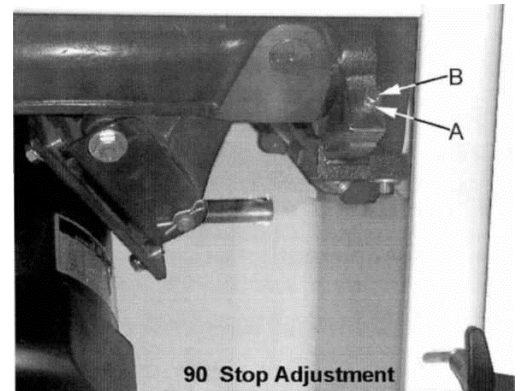

Рис. 20
5. Если пильный диск не под углом 90 градусов, откройте дверь крышку двигателя, ослабьте контргайку (А см. рис. 20) и поверните стопорный винт регулировки (В, рис. 20) на передней цапфе во внутрь или наружу. Регулировочный винт следует прекратить вращать на переднем кронштейне цапфы, когда пильный диск находится в 90°к столу.
9. Проверьте правильность указателя (С, рис. 20) на угол масштаба и скорректируйте, если это необходимо.